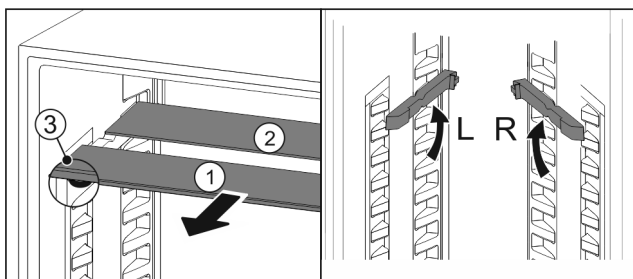

Fig. 20
- ▶ По одной извлеките Fig. 20 (1) стеклянные панели движением вперед.
- ▷ Стеклянная панель Fig. 20 (1) с декоративной планкой лежит спереди.
- ▷ Стопоры Fig. 20 (3) показывают вниз.